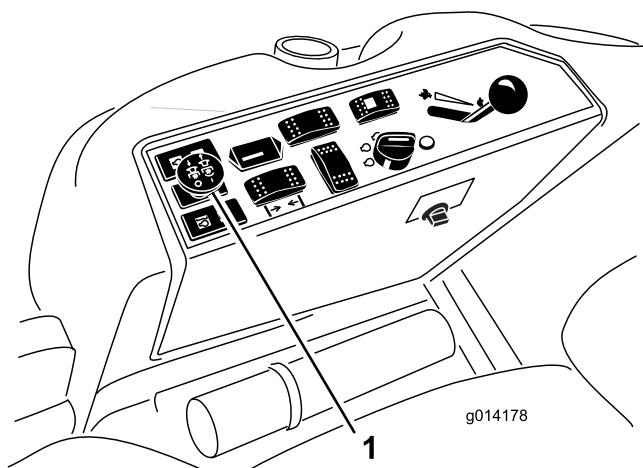

図 15
3. PTO スイッチを引くと PTO が作動を開始する [図 15]。